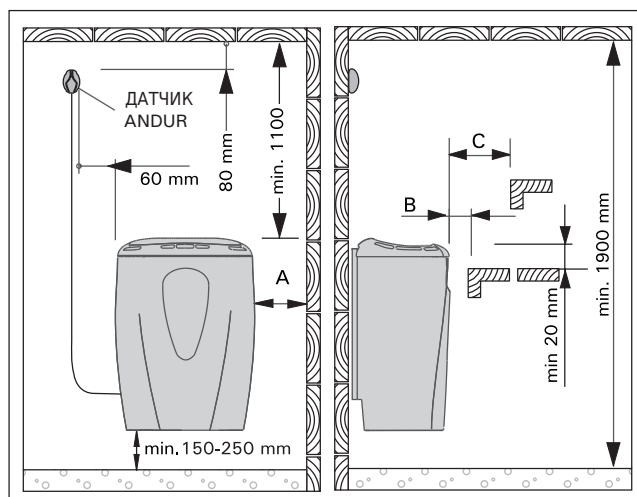
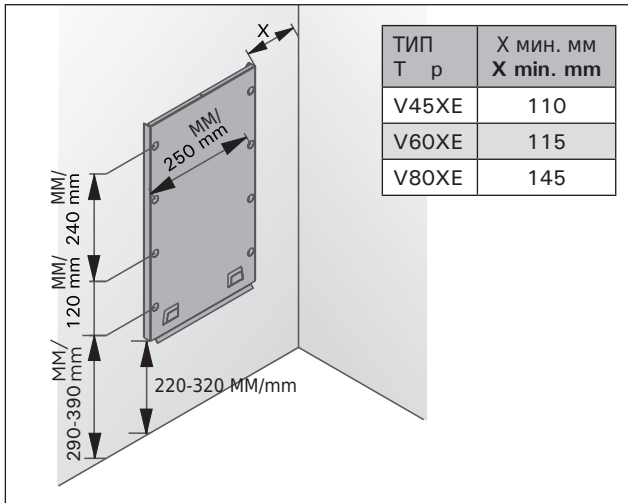

Рисунок 6. Расстояния безопасности
Рисунок 8. Установка крепящей рамы
- При расположении каменки выполняются условия минимальных расстояний, изображенных на рис. 6 и указанных в таблице 2.
1. С помощью прилагаемых шурупов прикрепите к стене монтажную раму, соблюдая минимальные расстояния, указанные в таблице 2 и на рис. 6. Установка рамы изображена на рис. 8.
При установке защитного ограждения вокруг каменки следует соблюдать расстояния, указанные на рис. 6 и в табл. 2.
Установите датчик на стену сауны, как показано на рис. 6. Вставьте кабель датчика в разъем нагревателя по принципу цветового соответствия.